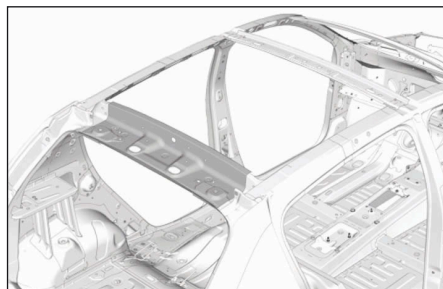

FIG.74
- Respecter la position de la pièce (Fig.74).